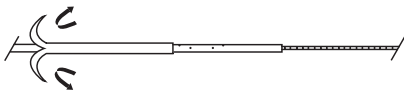

Fig. 3
- c) Etter innledende innføring av kateteret over ledevaieren, trekker du utretteren tilbake og skreller den av slik at kateteret kan føres inn. (Fig. 3)